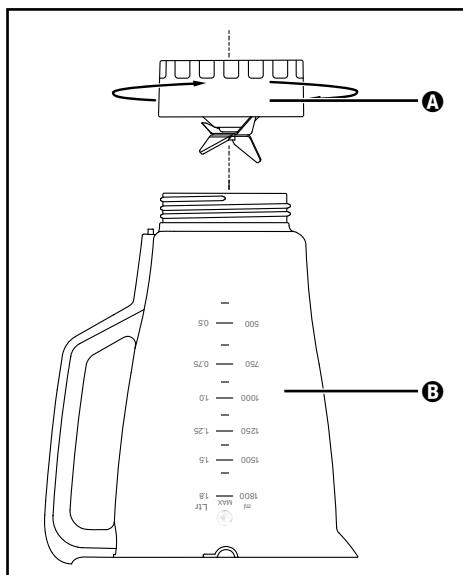

Fig. 3
- 2) Coloque o aparelho de cabeça para baixo e rode a peça ❶ no sentido contrário ao dos ponteiros do relógio, de modo a que esta possa soltar-se do recipiente ❺ (ver fig. 3).